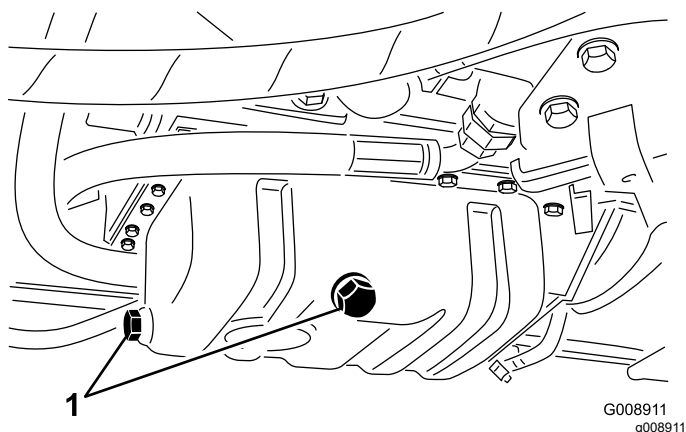

Bild 68
3. Entfernen Sie eine Ablassschraube (Bild 68) und lassen das Öl in eine Auffangwanne ablaufen; setzen Sie die Schraube ein, wenn kein Öl mehr ausläuft.